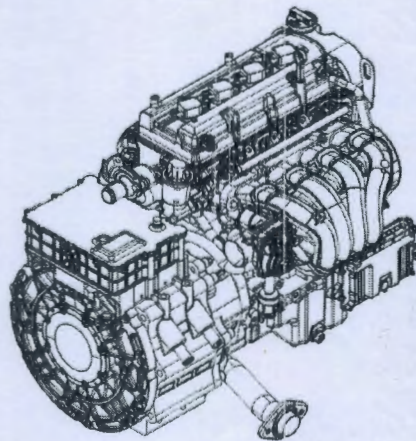
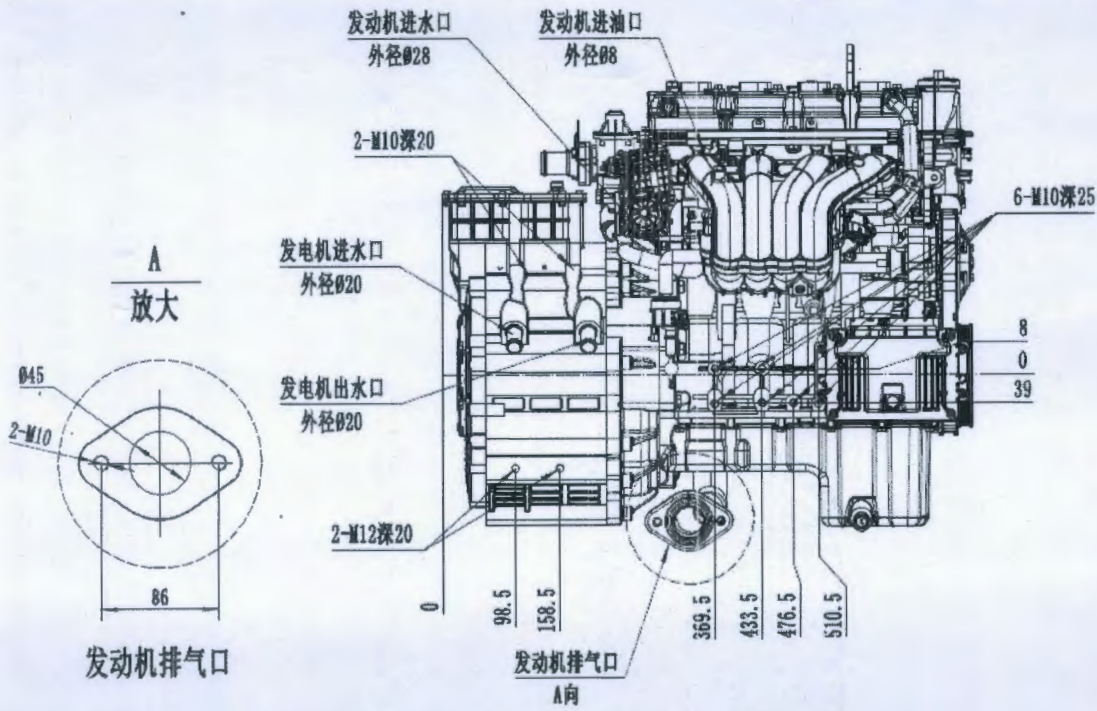
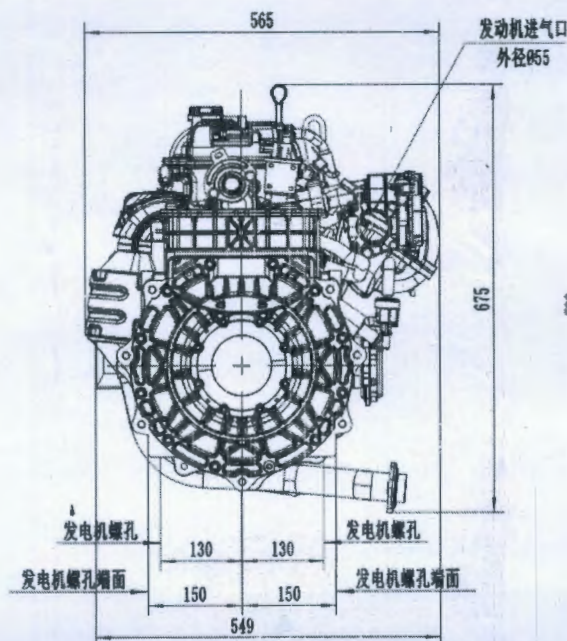

图 1：增程器外形图
图 2: 增程器机组安装尺寸
图 4：增程器机组安装尺寸
4.1.3 40kW-K14F 增程器机组外形见图 1，安装尺寸详见图 2-图 4。